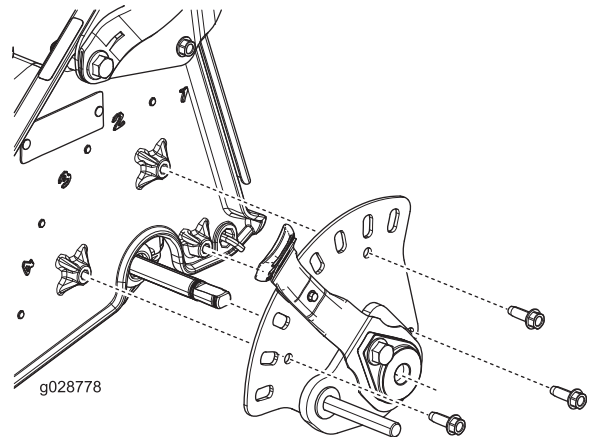

Figura 6
9. Instale el conjunto de altura de corte en la máquina con los 3 pernos (1/4 x 3/4 pulgada) como se muestra en Figura 6.